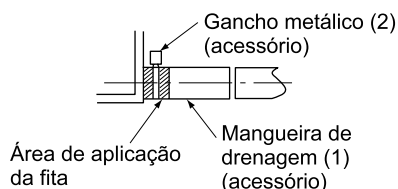

Fig. 22
- Utilize a mangueira de drenagem (1) e a braçadeira metálica (2). Introduza a mangueira de drenagem na tomada do dreno, até à fita cinzenta. **(Consulte a Fig. 22)** Aperte a gancho metálico até a cabeça do parafuso ficar a menos de 4 mm da mangueira. **(Consulte a Fig. 23)** (Tenha cuidado com a direcção da instalação. Instale para que a braçadeira metálica não toque na grelha de entrada.)